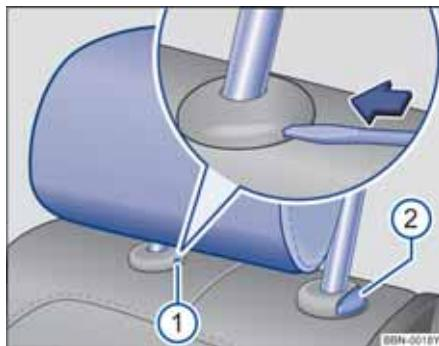

图 58 拆卸和安装后排头枕
- 将打开的轿车钥匙头插入护套的槽内⇒图 58 ①。
- 同时按压按钮②，另一人将头枕完全拔出。